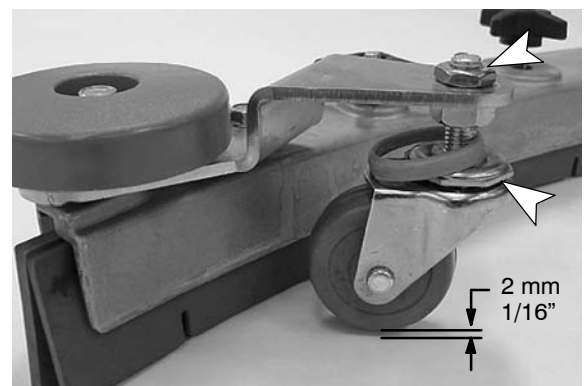

FIG. 53
1. Pour vérifier le bon réglage du bloc de racloir, retirez le bloc de racloir de la machine et placez-le sur une surface égale. Mesurez la distance entre la roulette et la surface. Cette distance doit être environ 2 mm (Figure 53).
2. Pour régler la hauteur de roulette, desserrez l'écrou supérieur et retirez le carter en plastique du roulement pour accéder à l'écrou de réglage. Tournez l'écrou de réglage jusqu'à ce que vous obteniez le bon réglage (Figure 53). Après le réglage, resserrez l'écrou supérieur et remplacez le carter en plastique du roulement. Répétez l'opération pour l'autre roulette.